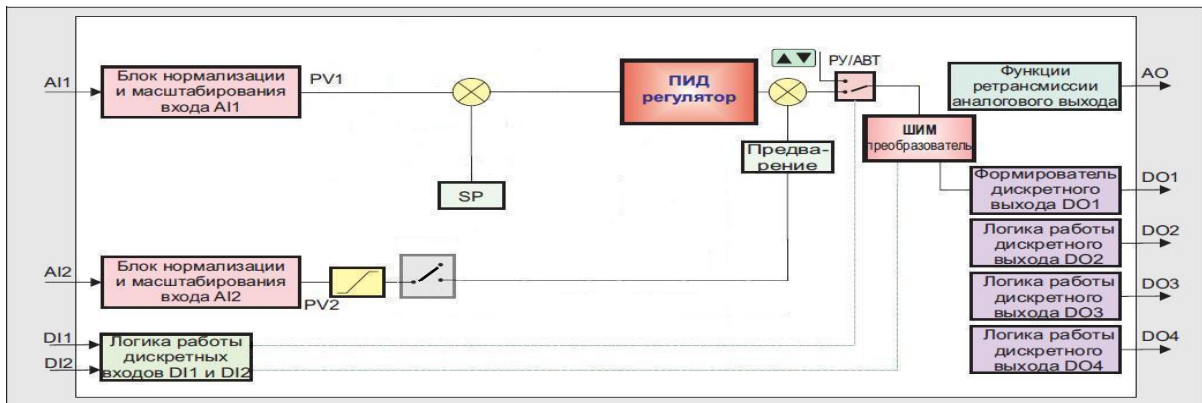

Рисунок 3.4 – Структурная схема ПИД-ШИМ регулятора
- ПИД-ШИМ (рис. 3.4)
1. **Фильтр импульсных помех.** Используется для подавления импульсных помех. Определяется параметром **AIN.05** «Максимальная длительность импульсной помехи». Если в каком либо цикле измерения технологического параметра обнаружено его изменение, то предполагается возможность действия помехи и выходной сигнал формируется (с учетом усреднения измерительных значений) по истечении установленного времени длительности помехи. То есть, если длительность изменения сигнала больше заданного  $T_{\text{помехи}}$ , то это изменение расценивается как естественное и принимается в дальнейшую обработку с задержкой времени  $T_{\text{помехи}}$  (рисунок 3.4). Работа данного фильтра вносит дополнительное транспортное запаздывание в систему регулирования, которое равно величине параметра «Максимальная длительность импульсной помехи». Поэтому всегда нужно стремиться минимизировать данный параметр.